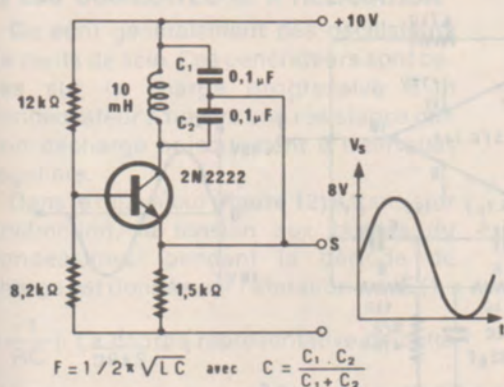

Figure 2
**Exemple :** dans le cas de l'oscillateur Colpitts à transistor (figure 2) on a :
Nous avons réalisé l'oscillateur Colpitts figure 2 qui fait partie des oscillateurs LC. Ceux-ci ont l'avantage d'être plus stables que les oscillateurs RC et de fournir une onde très pure. L'oscillateur de la figure 3 qui est très stable est surtout utilisé pour les basses fréquences.